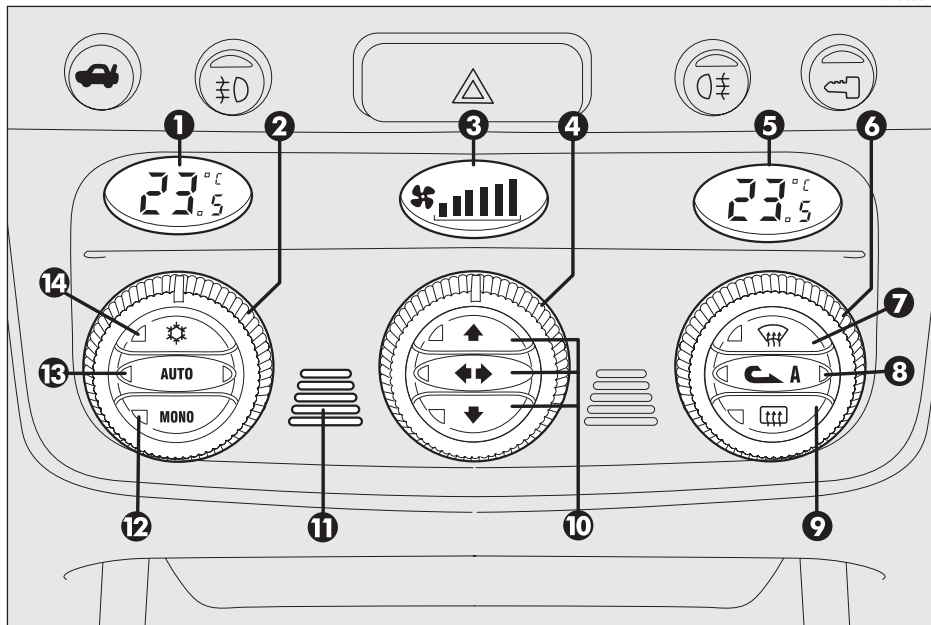

fig. 77
**CONTROLS (fig. 77)**
## HOW TO USE THE AUTOMATIC TWO-ZONE CLIMATE CONTROL SYSTEM (fig. 77)